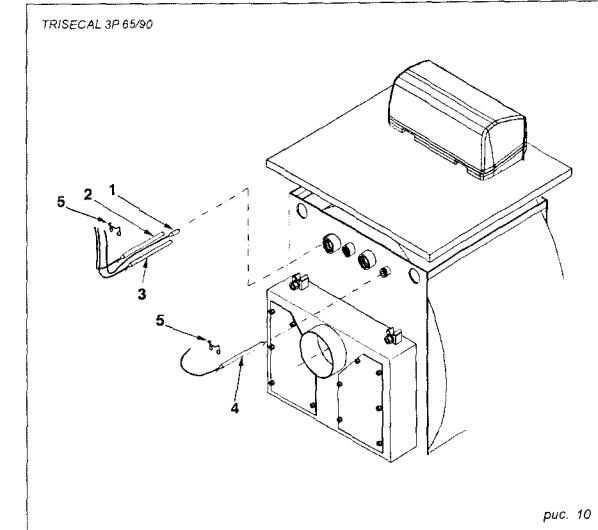

рис. 10
G) Вставьте датчики приборов в погружные гильзы, расположенные в задней части котла (над сборником отходящих газов), как показано на рис. 10. Датчики температуры (поз.1), регулятора рабочей температуры (поз.2) и терmostата минимальной